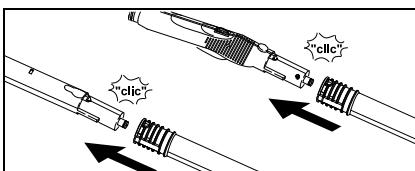

Fig. 7
- En caso necesario, use los tubos de prolongación (G1). Para ello, monte uno o los dos tubos de prolongación en la pistola aplicadora de vapor (C1) (véase la fig. 7). Acople el accesorio requerido (D1, E1,F1,H1) al extremo libre del tubo de prolongación.